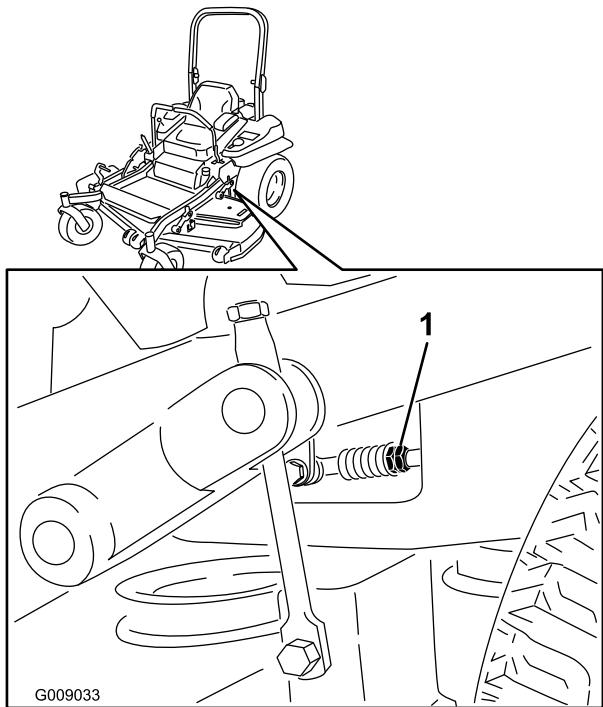

Figura 81
- Ponga las palancas de control de movimiento en la posición de punto muerto. Ajuste la longitud de las varillas de control de las bombas girando las tuercas dobles de la varilla en el sentido apropiado, hasta que las ruedas se muevan ligeramente en marcha atrás (Figura 81). Mueva las palancas de control de movimiento a la posición de marcha atrás y, aplicando una ligera presión a la palanca, deje que los muelles de marcha atrás devuelvan las palancas a punto muerto. Las ruedas deben dejar de girar o moverse muy lentamente en marcha atrás.